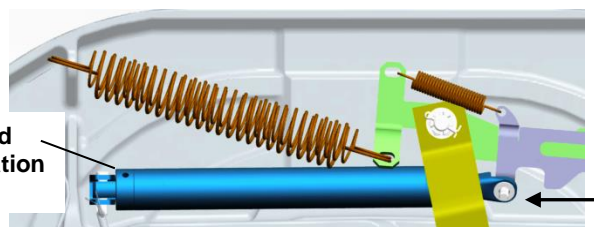

FIGURE 4
- c. À l'aide d'un testeur de serrure, fermez la serrure pour rétracter complètement la tige de piston (voir figure 4).